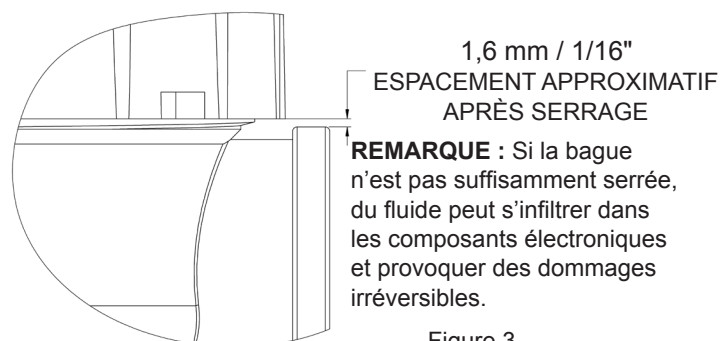

Figure 3
5. Revisser la bague du compteur en la serrant à la main. Lorsque le serrage est correct, il doit y avoir un espacement de 1,6 mm / 1/16" environ entre le dessous de la bague et le bossage du raccord de sortie (voir figure 3).